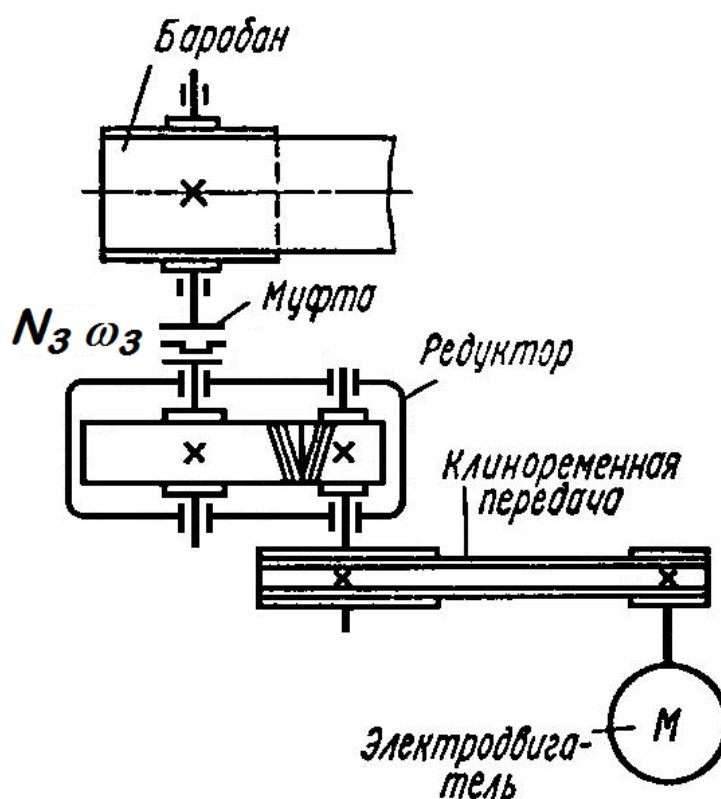

Рис. 16
3. Рассчитать зубчатую передачу редуктора привода ленточного конвейера (рис. 16). Мощность на ведомом валу редуктора  $N_3$  и угловая скорость вращения этого вала  $\omega_3$  приведены в табл. 15. Сроком службы зубчатых колес задаться.
4. По данным предыдущей задачи 3 рассчитать ведущий вал редуктора (рис. 16) и подобрать по ГОСТ 8338-75 подшипники качения. Расстояниями между подшипниками, а также между шестерней и подшипниками задаться. Привести рабочий эскиз вала (рис. 4).